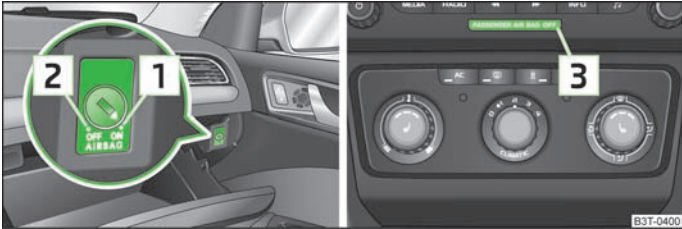

Fig. 149 Vide-poches : Commutateur pour l'airbag frontal du passager avant/témoin de désactivation de l'airbag frontal du passager avant
- › la désactivation des airbags est signalée le voyant **OFF** qui s'allume dans l'inscription **PASSENGER AIR BAG OFF** dans la partie centrale du tableau de bord » fig. 149.
- > A l'aide de la clé, amenez la fente du contacteur de l'airbag sur la position **2** (OFF) » fig. 149.
- > Vérifiez si le témoin de l'airbag **OFF** s'allume dans l'inscription **PASSENGER AIR BAG OFF** au centre du tableau de bord » fig. 149 **3** quand le contact est mis.
- > A l'aide de la clé, amenez la fente du contacteur de l'airbag sur la position **1** (On) » fig. 149.
- > Vérifiez que le témoin de l'airbag **OFF** ne s'allume pas dans l'inscription **PASSENGER AIR BAG OFF** au centre du tableau de bord » fig. 149 **3** quand le contact est mis.
Le témoin de l'airbag se trouve sur la partie centrale du tableau de bord » fig. 149 **3**.